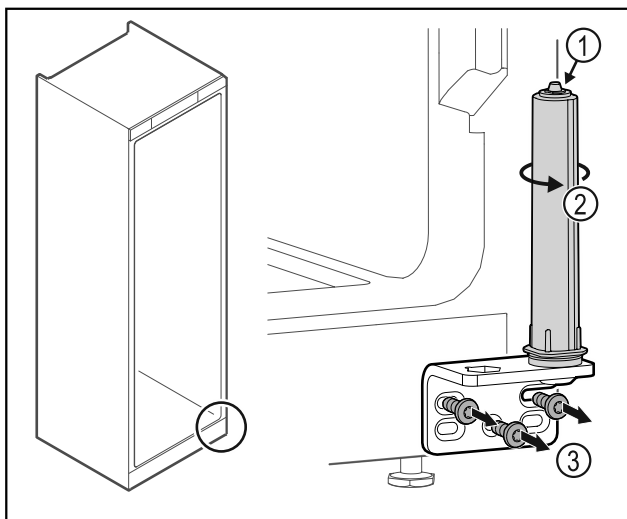

Fig. 28
- ▶ Ta inte isär dörrlåssystemet Fig. 28 (1).
- ▶ Vrid låssystemet Fig. 28 (2) tills det klickar.
- ▶ Skruva av gångjärnsfästet Fig. 28 (3).